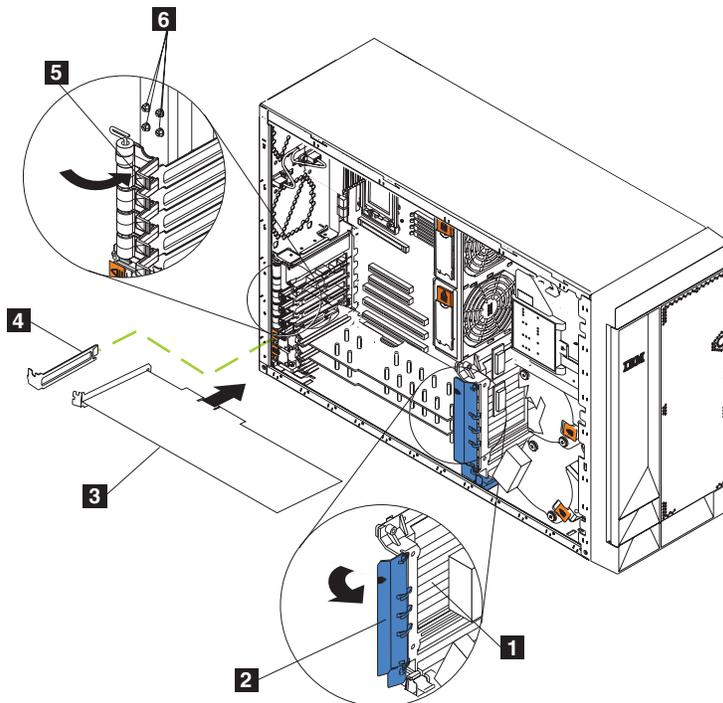
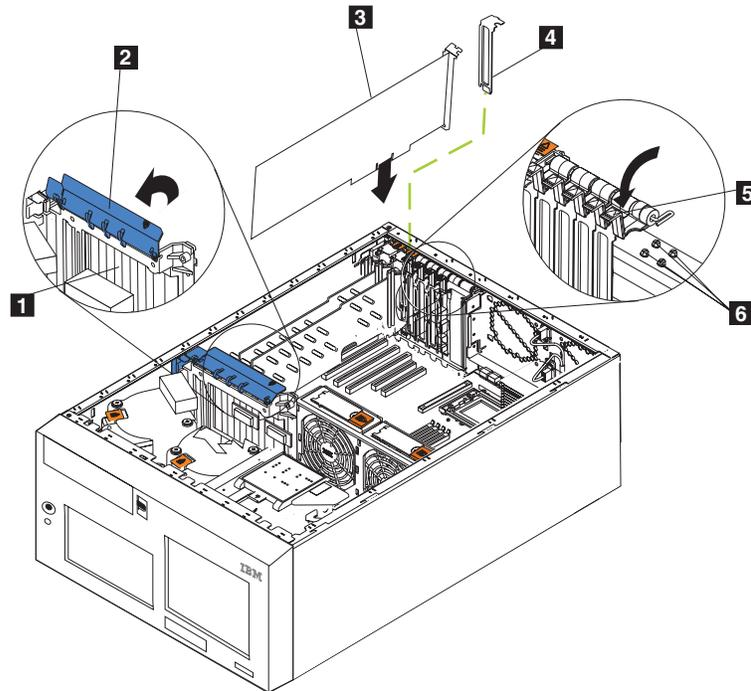

Figure 80. Installation d'une carte RSA (Remote Supervisor Adapter) (Modèle 25T)
Figure 81. Installation d'une carte RSA (Remote Supervisor Adapter) (Modèle 25T avec l'option de conversion pour montage en rack)
7. Faites glisser l'obturateur de l'emplacement PCI 1 (voir la figure 80 et la figure 81 à la page 105). Mettez-le de côté.
- c. Fixez la carte à l'aide d'une vis : insérez l'une des vis de fixation de réserve (voir la figure 80 à la page 104 et la figure 81 pour l'emplacement des vis) dans la partie supérieure du support de cartes, dans le trou de vis, pour fixer la carte.